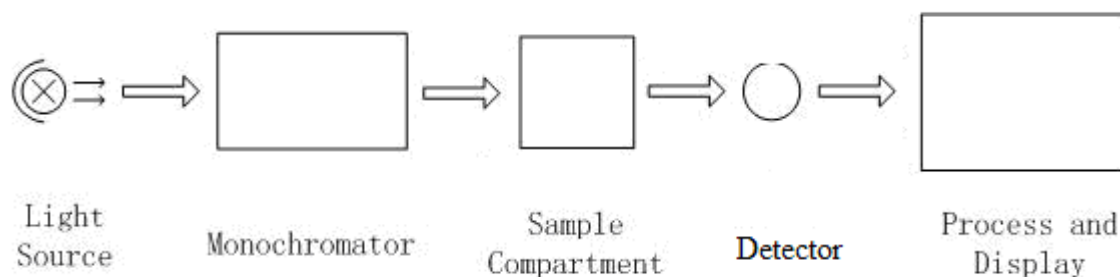

Fig. 2.4 Diagrama de bloque del espectrofotómetro
- 5) una pantalla digital para indicar la absorbancia o transmitancia. El diagrama de bloque (Fig. 2.4) de abajo ilustra la relación entre estas partes.